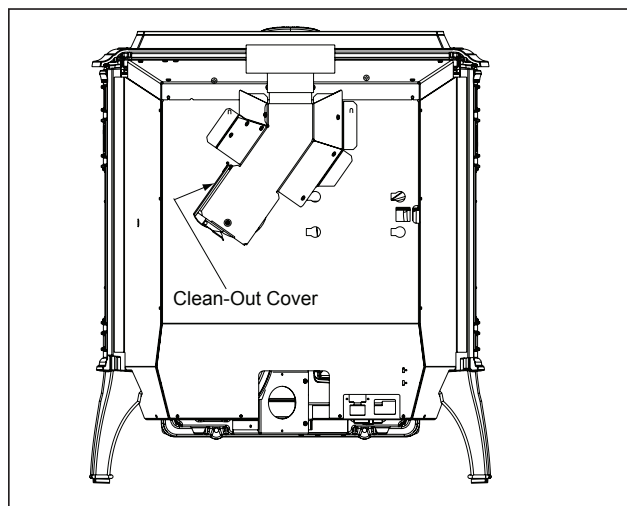

Figure 28.1
- b. Ouvrez le couvercle de nettoyage. **Figure 28.1.**